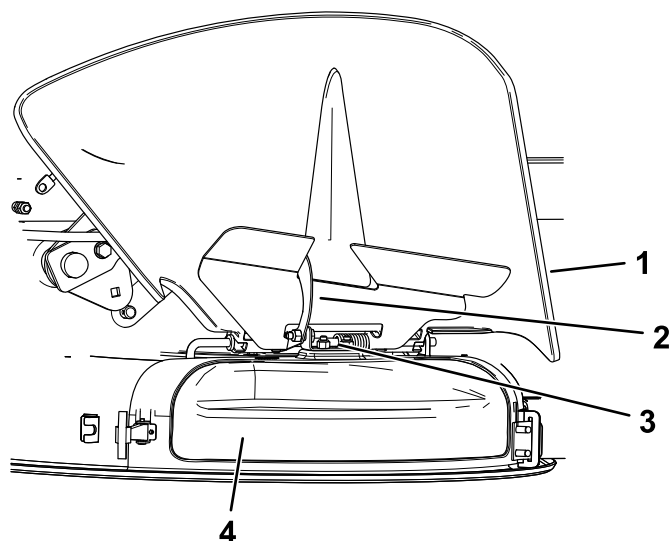

Figura 15
4. Suelte el cierre en forma de gancho situado encima de la tapa de descarga de la varilla (Figura 15).
5. En la parte superior de la tapa de descarga, enganche el cierre en forma de gancho alrededor de la varilla del deflector (**Figura 15**).